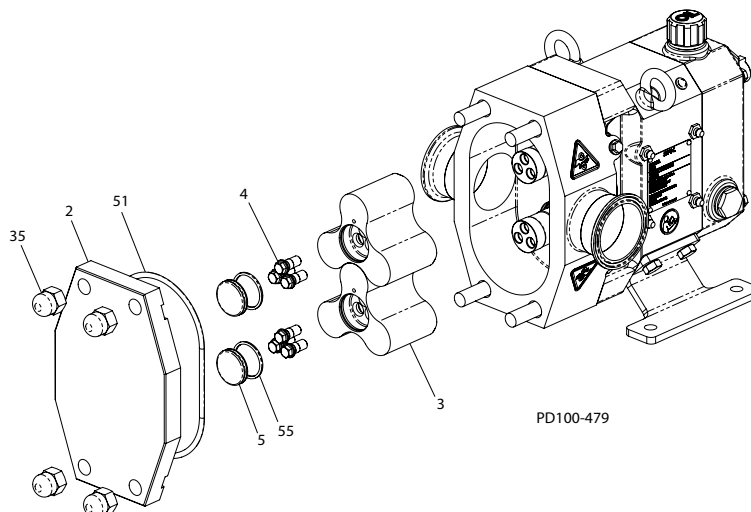

Figura 30 - Remoção do Rotor e da Cobertura da Bomba
Tabela 4: Solicitar tabela para Figura 30
1. Remova as porcas de aperto da cobertura (Figura 30, item 35).
2. Remova a cobertura (item 2). São fornecidas cavidades na superfície de montagem da cobertura para permitir a remoção da cobertura com a ajuda de uma chave de fenda.
3. Remova e inspecione o anel em O (item 51).
1. Remova as tampas dos parafusos (Figura 30, item 5) dos rotores (item 3). Remova e inspecione os anéis em O (item 55).
2. Remova os parafusos sem cabeça do rotor (item 4). Para evitar que os rotores girem ao afrouxar (ou apertar) os parafusos sem cabeça do rotor, bloqueie os rotores seguindo as orientações fornecidas na seção "Bloqueio do Rotor" na página 27.
3. Remova os rotores (Figura 30, item 3). Se os rotores não puderem ser removidos manualmente, use um movimento de torção para liberá-los. Se não for bem sucedido, bata levemente no corpo para a frente usando uma marreta para afrouxar os rotores.